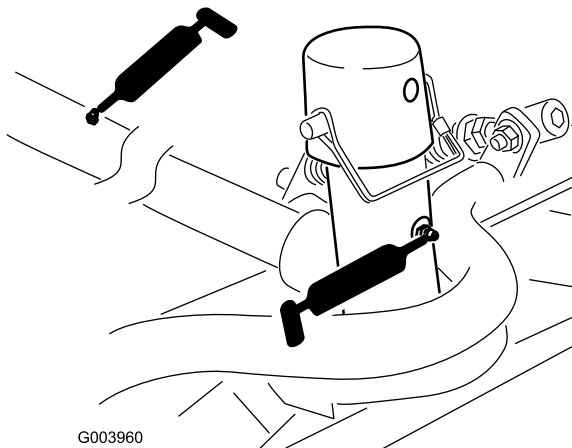

Figure 43
- Bâti porteur de plateau de coupe et pivot (x 2) (Figure 43)